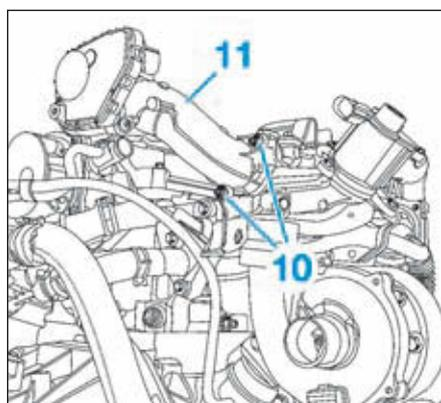

FIG.63
- les vis de fixation du volet d'admission (10) (Fig.63),
- le volet d'admission (11).